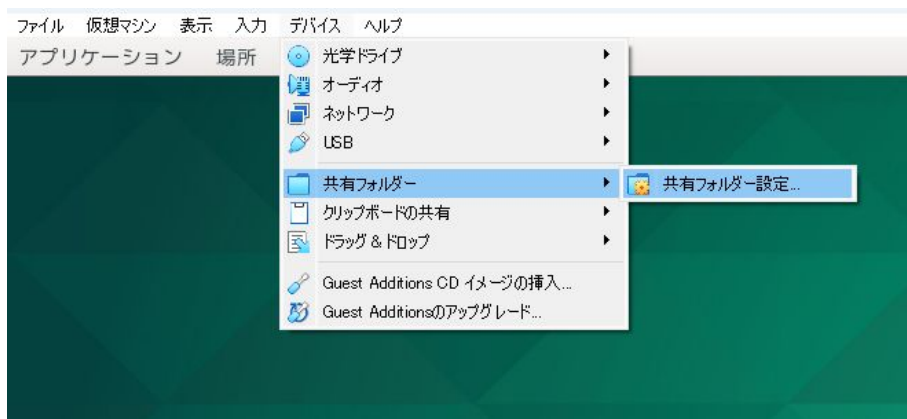

図 3.5 共有フォルダー設定を開く
1. VirtualBox の上部バーから[デバイス]-[共有フォルダー]-[共有フォルダー設定]を選択します。（「図 3.5. 共有フォルダー設定を開く」）